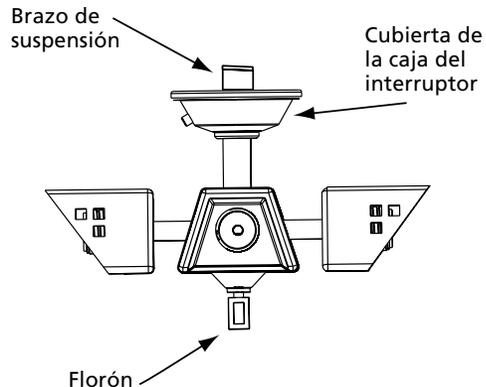

Figura 9a - Forma de extender el brazo de suspensión
1. Gire el florón hacia la izquierda (dirección contraria a la del reloj) y sacar el florón de la varilla con rosca. Halar el brazo de suspensión mas allá de la cubierta de la caja del interruptor. Vea la Figura 9a.